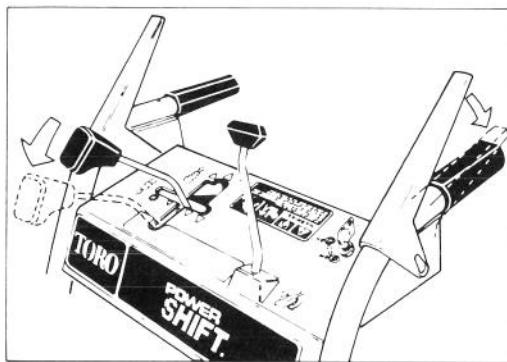

Figure 13
2. Pour orienter le roues vers l'avant ou vers l'arrière, tirez la commande de conversion sans la relâcher jusqu'au bout vers l'avant en position Power Shift (fig.13).
3. Engagez entièrement le levier d'entraînement de traction pour régler les roues en position Power Shift (fig. 13 et 14).